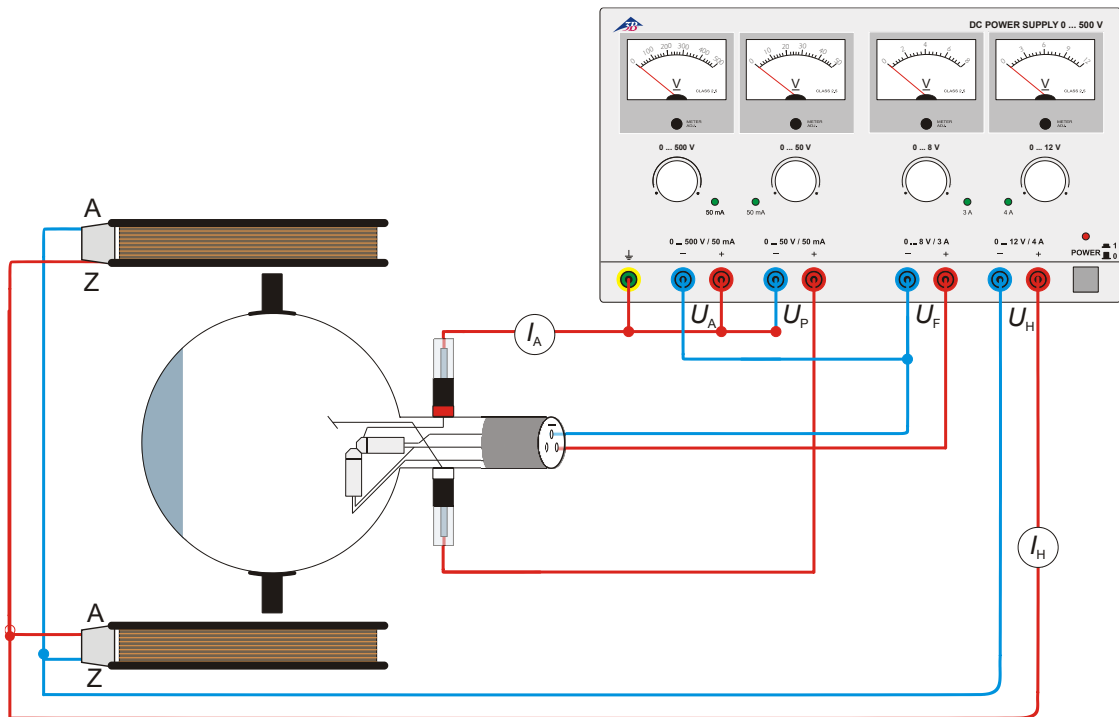

Abb. 5 Bestimmung von e/m mittels der senkrechten Elektronenkanone
- Beschaltung der Röhre gemäß Abb. 5 vornehmen.